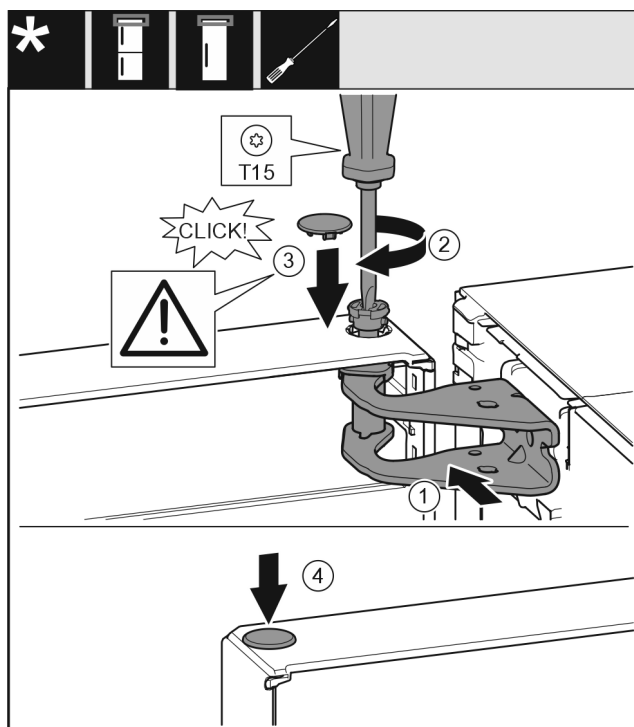

Fig. 20
- ▶ Dveře nahoře vyrovnejte s otvorem ve stojanu ložiska. Fig. 20 (1)
- ▶ Vložte čep a pevně jej utáhněte šroubovákem T15. Fig. 20 (2)
- ▶ K zajištění dveří namontujte bezpečnostní kryt: Bezpečnostní kryt nasadíte a zkontrolujete, zda přiléhá na dveře. V opačném případě čep zcela zasuňte. Fig. 20 (3)
- ▶ Vložte zátku. Fig. 20 (4)